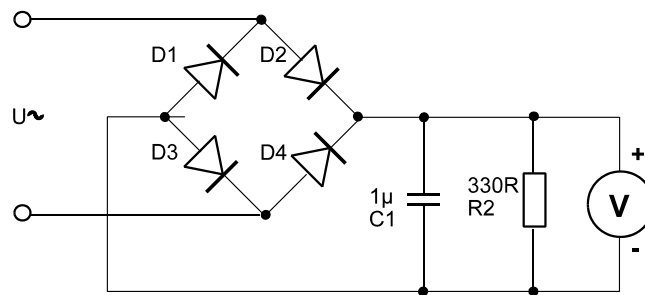

Abb. 2.7 Graetzschaltung (Brückengleichrichter).
- Graetzgleichrichter (Abb. 2.7). Ohne und mit Kondensator erproben.